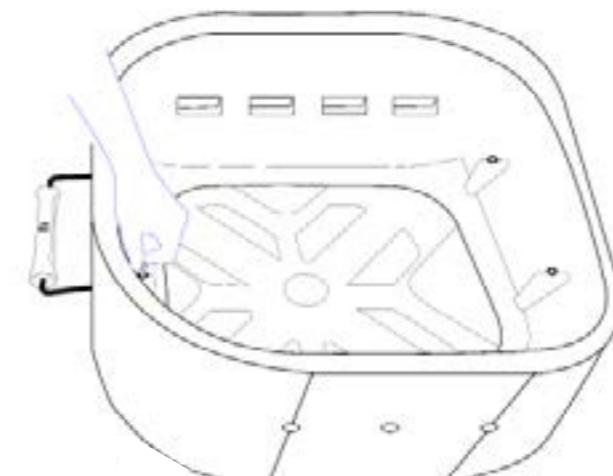

fig 4
Paso 6: atornillar cuidadosamente con la llave suministrada. También puedes hacerlo con un destornillador o un destornillador T30. Precaución, si va demasiado rápido, podría dañar LOLA El mango debe ser sólido y estable. (fig. 4)